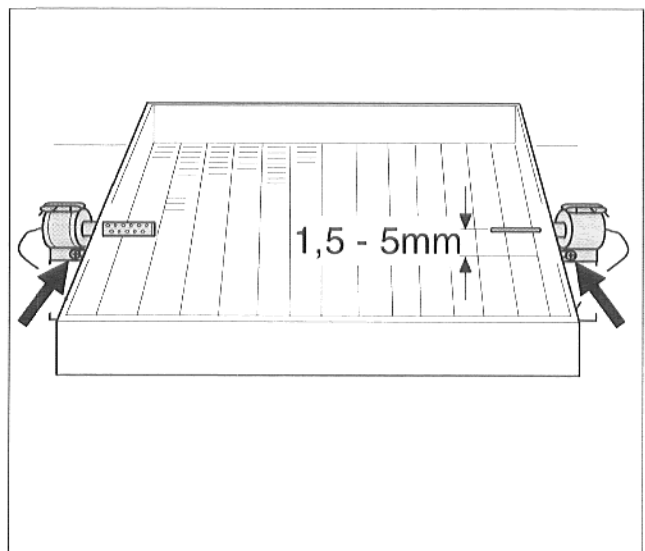

Abb. 31 Glühzünd- und Ionisationselektrode
- Befestigungsschrauben der Elektroden zwei Umdrehungen lösen (Abb. 31).
- Glühzünd- und Ionisationselektrode entfernen (Abb. 31).